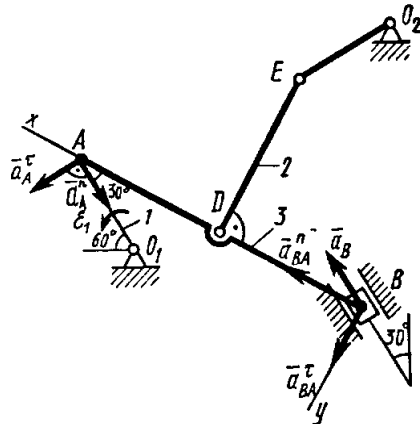

Рис. 3
5. Определяем \bar{a}_B (рис. 3, на котором будем изображать все найденные векторы ускорений). Точка B принадлежит стержню AB .